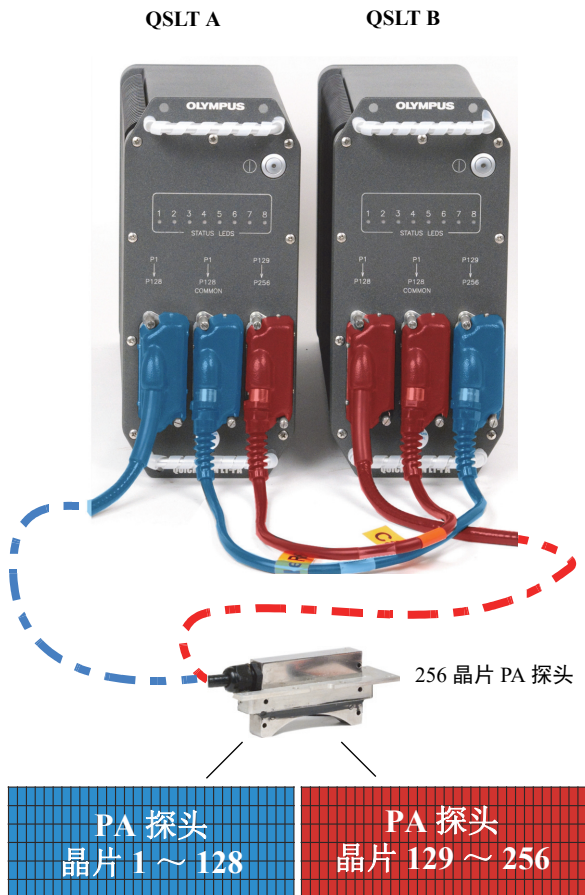

图 2-2 QSLT—4 个孔径并联；一个 PA 探头
4. 使用第二根 4 孔径线缆¹, 将 QSLT B 设备的 P1—>P128 共用接口与 QSLT A 设备的 P129—>P256 接口连接起来 (参见第 34 页的图 2-2)。